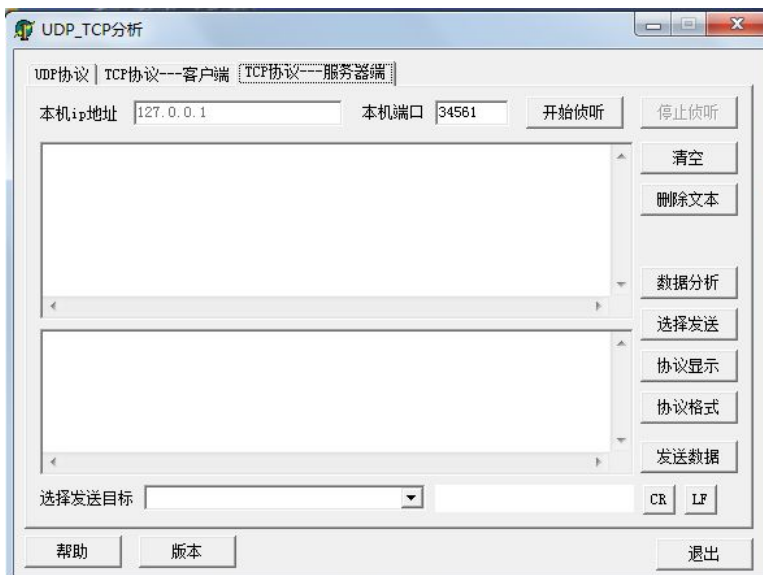
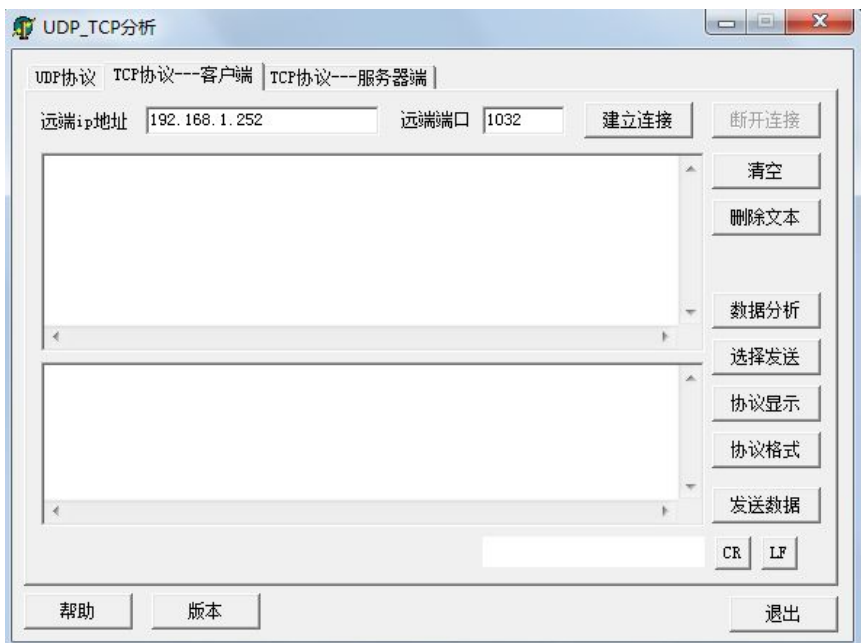
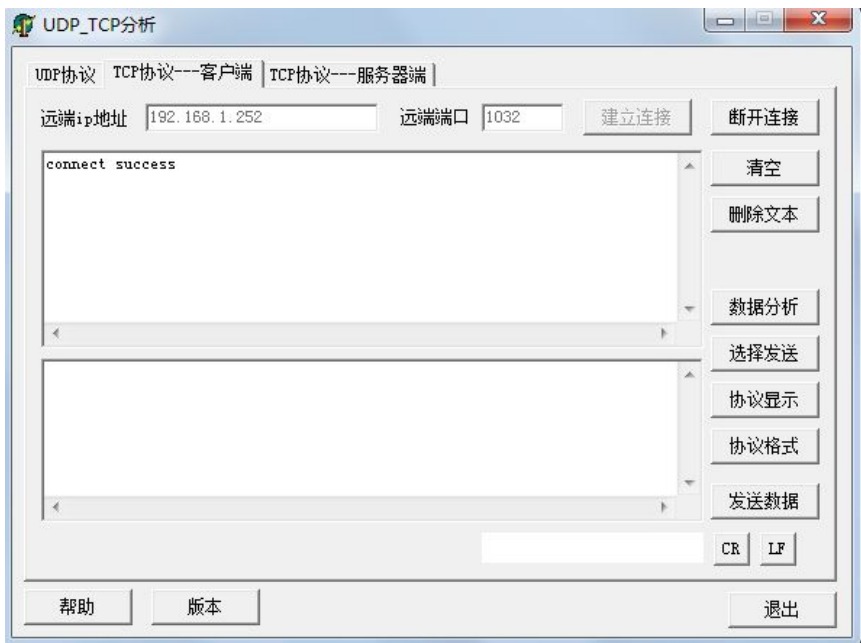

图 4 TCP\_tester 默认设置
图 5 TCP 客户端设置
图 6 电脑和开发板连接成功
(3) 打开软件“TCP\_tester”，默认设置如图 4 所示：
(1) 点击图 4 中的“TCP 协议---客户端”，并将“远端 ip 地址”设置为：192.168.1.252（即开发板 ip）；将“远端端口”设置为：1032（因为 CAN1 对应的 TCP 服务器端口为 1032）。如图 5 所示：
设置好后，点击图 5 的“建立连接”，如果建立连接成功，则会出现如图 6 所示：